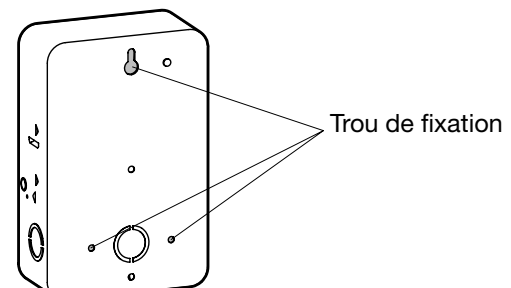

FIG. 3 Trous de fixation du boîtier
1. Montez le boîtier à l'emplacement désiré à l'aide des trois trous de fixation prévus à cet effet. Positionnez le boîtier au niveau du regard, si possible, en prévoyant de l'espace à gauche du boîtier pour permettre l'ouverture du couvercle. Voir la FIG. 3.